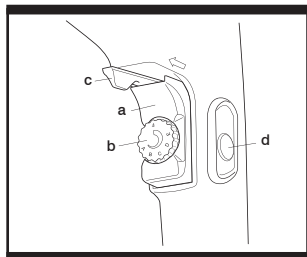

Fig. 3
3. REGLAGE DE LA VITESSE (Fig. 3)
4. DEMARRAGE ET ARRÊT (Fig. 3)